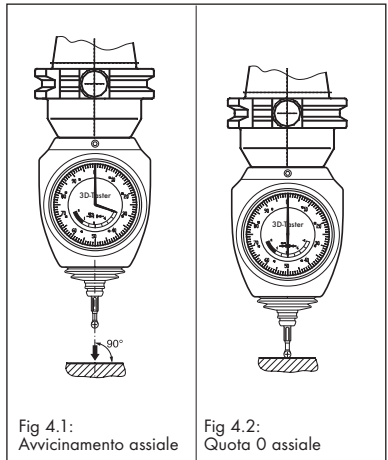

Fig 4.1:
- Avvicinarsi alla prima superficie fino a quando il comparatore è a 0 (come nell'avvicinamento radiale, fig. 4.1 e 4.2).